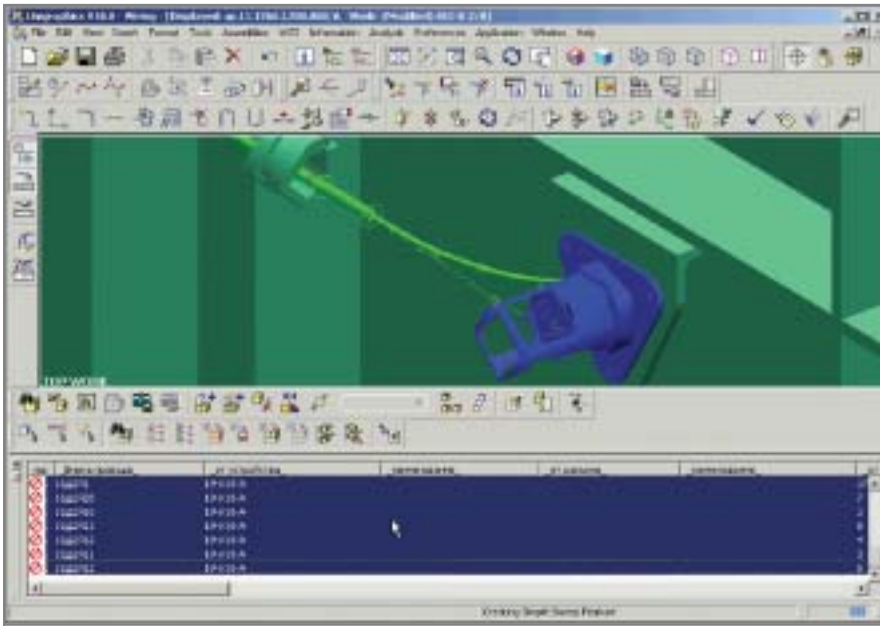

Рис. 9
- прокладывание проводов, содержащихся в "Перечне соединений" (полученному из САПР ElectriCS), в автоматическом режиме (рис. 9);